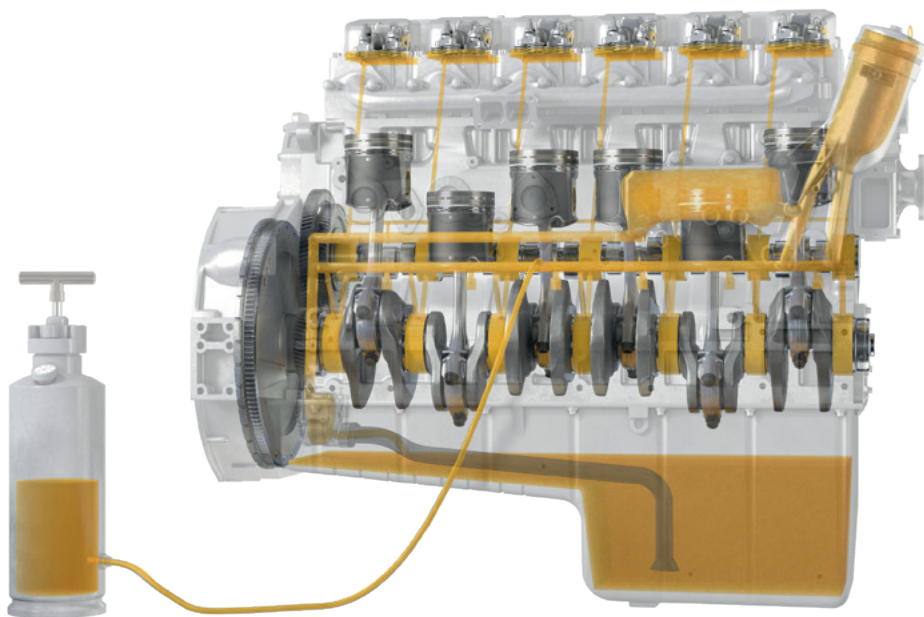

Fig. 1:
1. Uleiul prevăzut pentru motor se pompează printr-un racord filetat, în sistemul de ungere cu ulei sub presiune, în condițiile utilizării unui rezervor sub presiune (fig. 1 și 2). Ca puncte de racordare sunt adecvate bușoanele